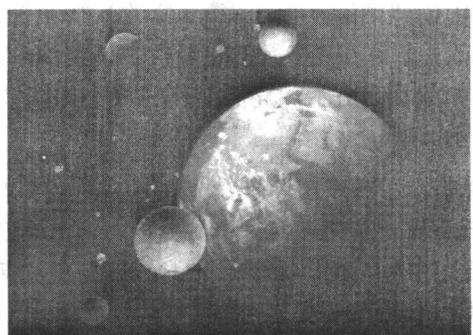

图 1-10 最终效果图
⑧ 场景创建完毕，赋予材质和灯光后按 F9 键，渲染透视图，效果如图 1-10 所示。